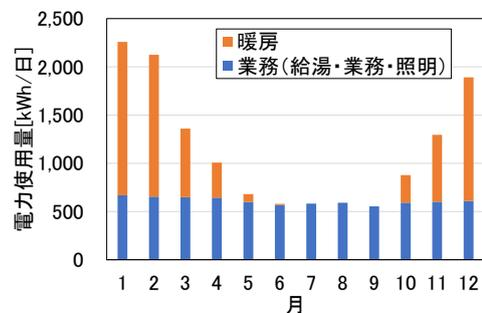

図 1 月別の施設の電力使用量
省エネシステムの導入検討は、①施設のエネルギー使用の現状把握(見える化)、②省エネ機器の選定、③効果の試算の順に行う。まず、電力会社の請求書から施設のエネルギー需要(電力使用量)を把握し、暖房用の電力使用量が多いことを示した(図 1)。このため、建物の断熱改修や、既設の電気式ヒータに変わる暖房機器として、排湯熱利用のヒートポンプを用い、温水をラジエータに循環するシステムに代えることを提案した(初期費用高価で、導入を断念)。